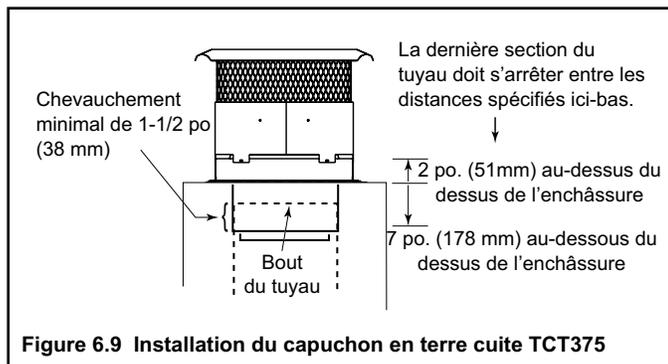

Figure 6.9 Installation du capuchon en terre cuite TCT375
- Dans les installations qui utilisent le capuchon TCT375 en terre cuite, la dernière section doit se trouver entre 7 po. (178 mm) au-dessous du dessus de l'enchâssure et 2 po. (51 mm) au-dessus. Voyez Figure 6.9.